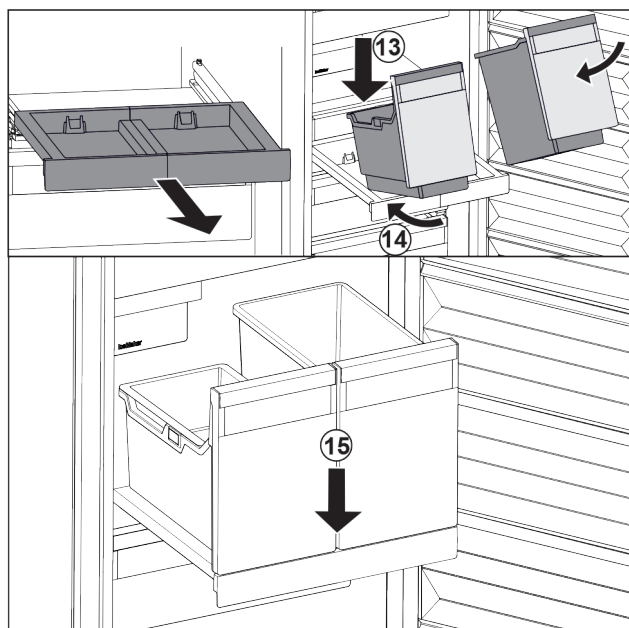

Fig. 175
- Встановити резервуар на витяжну панель навкоси. Fig. 175 (13)
- Насунути резервуар навкоси до задку. Fig. 175 (14)
- Резервуар опустити спереду. Fig. 175 (15)